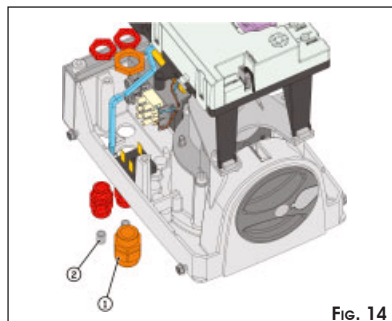

Fig. 14
① Monter les trois passe-câbles fournis avec les écrous de fixation spécifiques (Fig.14).
- Le passe-câble de plus grande dimension (Fig.14 réf. ①) doit toujours être utilisé.
- Si l'on n'utilise pas les deux autres passe-câbles, les fermer avec les bouchons fournis (Fig.14 réf. ②). Introduire le bouchon en plastique dans le trou de passage du câble et fermer le passe-câble jusqu'à son blocage.